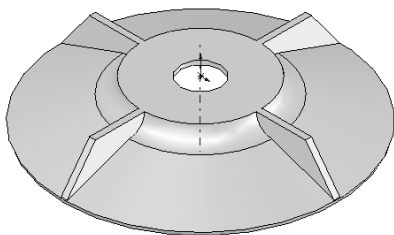

图 4-75 最终效果图
⑥ 重复步骤④、⑤的操作，创建其余 3 个筋特征。同时也可利用圆周阵列命令阵列筋特征，最终结果如图 4-75 所示。